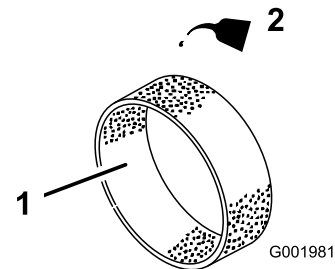

Bild 44
- Tragen Sie 30 oder 60 ml des Öls auf das Element auf (Bild 44).